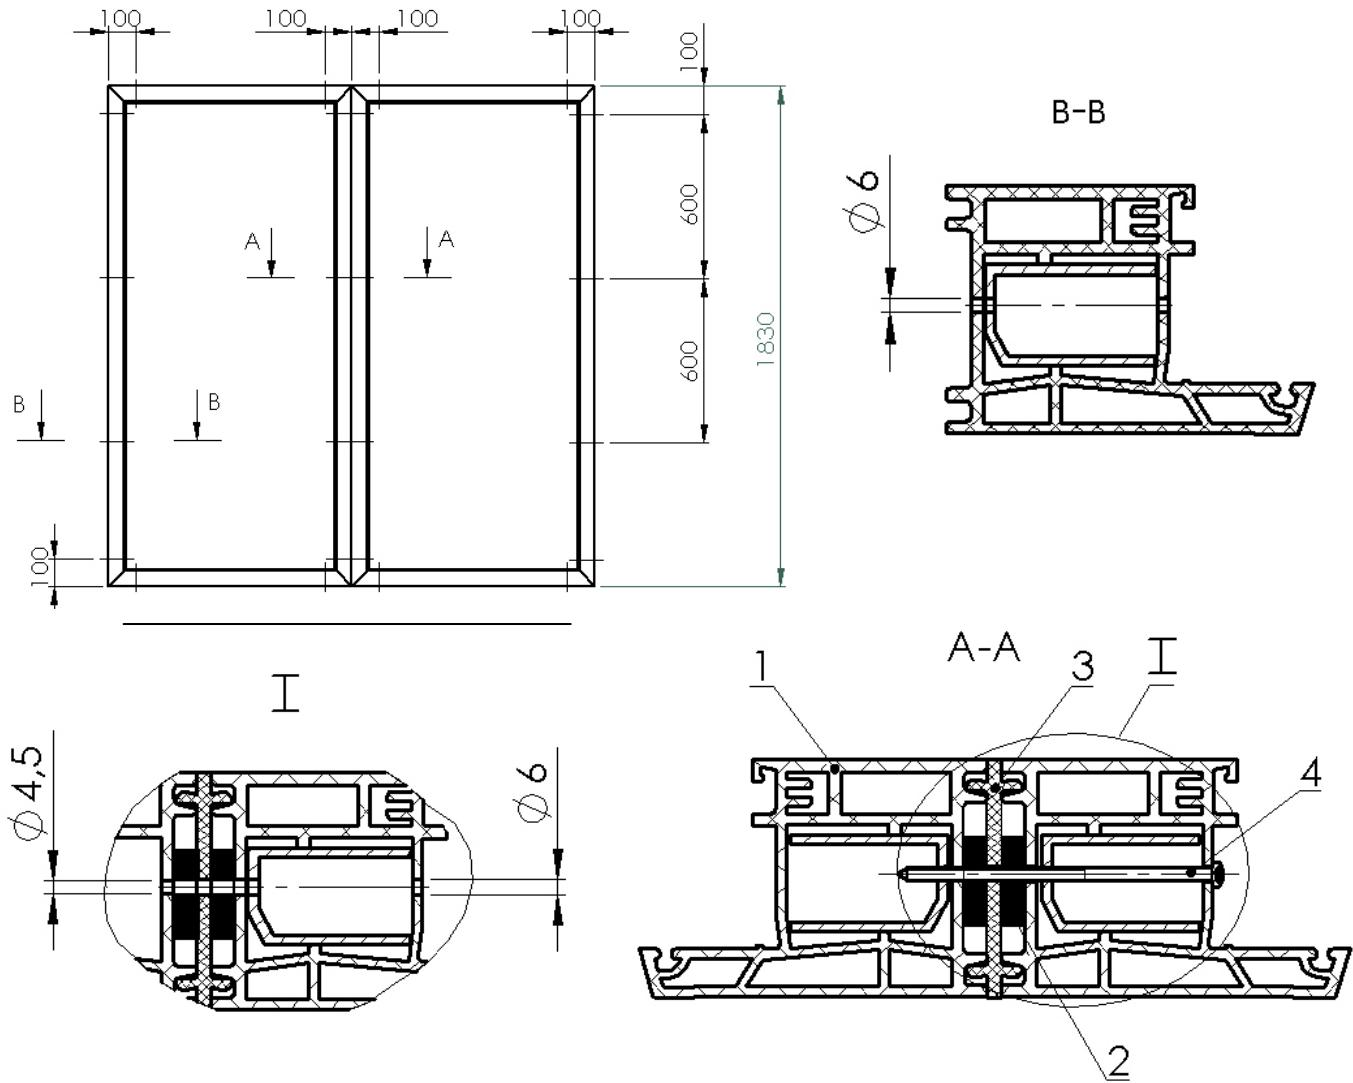

Рис.5 – Схема сверления отверстий в рамках стеклянных модулей
Монтаж стеклянного фронта (см.рис.5):
- просверлить отверстия в раме стеклянного фронта по всему периметру диаметром 6мм под винты через каждые 600 мм, делая это снаружи вовнутрь рамы, отступив от края рамы 100мм (Рис.5 (В-В)).
- просверлить отверстия диаметром 4,5 и 6мм рис.5 (A-A(I));
- соединить рамы стеклянных модулей соединительной планкой (поз.3) и винтами СН 5,5*70 (поз.4) рис.5 (A-A).